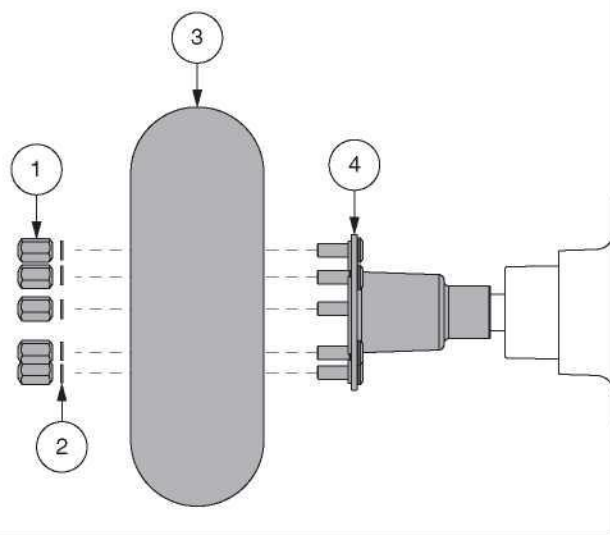

Figure 26. Enlèvement de la roue motrice
3. Retirez les écrous et la rondelles de roue du moyeu. **Voir la figure 26.**